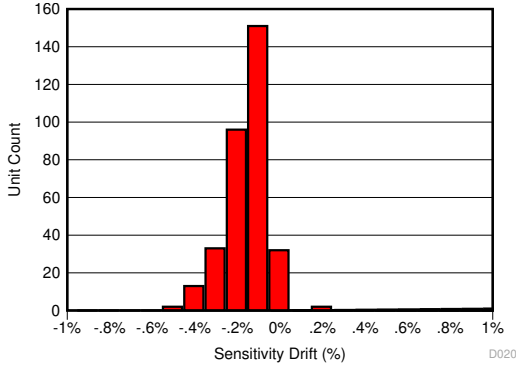
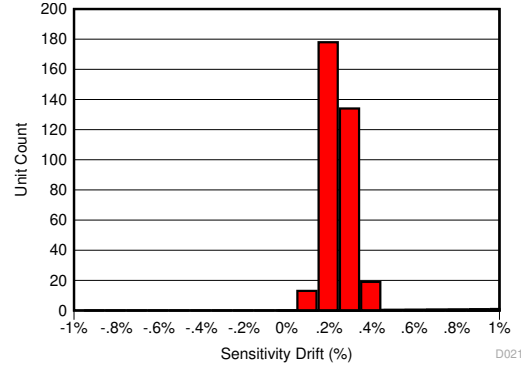
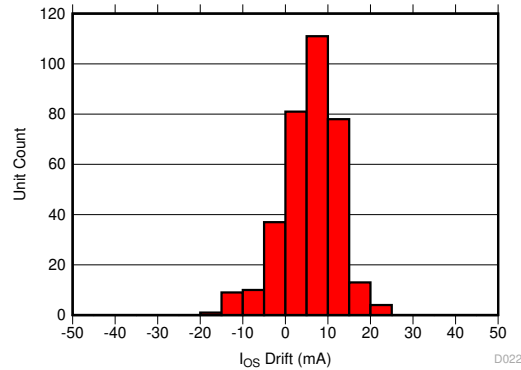

图 9-1. 130°C、85% RH HAST 后的灵敏度误差
图 9-2. AEC-Q100 高温工作寿命应力测试后的灵敏度误差漂移
图 9-3. AEC-Q100 高温工作寿命应力测试后的以输入为基准的失调漂移
TMCS1108 中用于降低温度漂移的相同补偿技术也大大降低了老化、应力和环境条件导致的寿命漂移。由于高工作温度下的老化现象，典型的磁传感器会遭受高达 2% 至 3% 的灵敏度漂移。TMCS1108 极大地改善了寿命漂移，电气特性表针对在三批次 AEC-Q100 认证期间在最坏情况应力测试后测量的总灵敏度误差进行了阐述。AEC-Q100 认证规定的所有其他应力测试产生的灵敏度误差低于指定的值，处于 电气特性表中指定的范围内。图 9-1 展示了在进行最坏情况应力测试（即 130°C 和 85% 相对湿度 (RH) 条件下的高加速应力测试 (HAST)）后的总灵敏度误差，而图 9-2 和图 9-3 展示了在进行 AEC-Q100 规定的 1000 小时、 125°C 高温工作寿命应力测试后的灵敏度和失调误差漂移。该测试模拟了典型的器件寿命操作，表明与典型的磁传感器相比，老化导致的可能的器件性能变化得到了极大的改善。